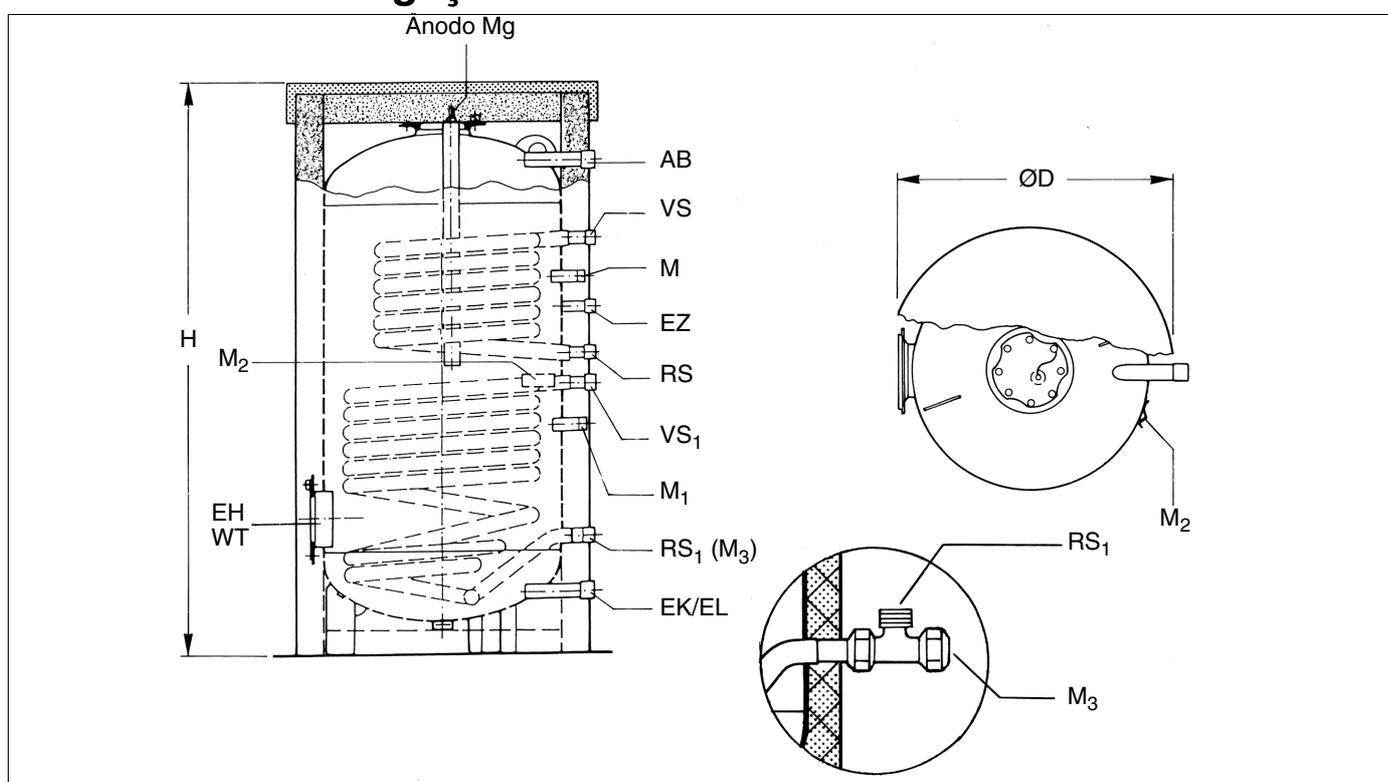

Fig. 1
- Montar o sensor no casquilho de imersão "M" (Regulação através da caldeira) no lado traseiro do termoacumulador (fig. 1).